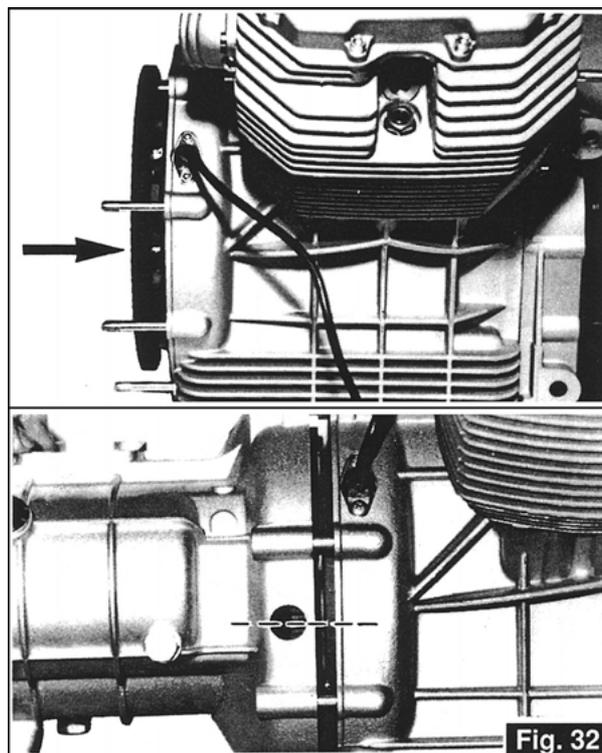

Fig. 32
- Tournez l'arbre moteur en position de P.M.H. en phase d'explosion (soupapes fermées) du cylindre gauche (Fig. 32).